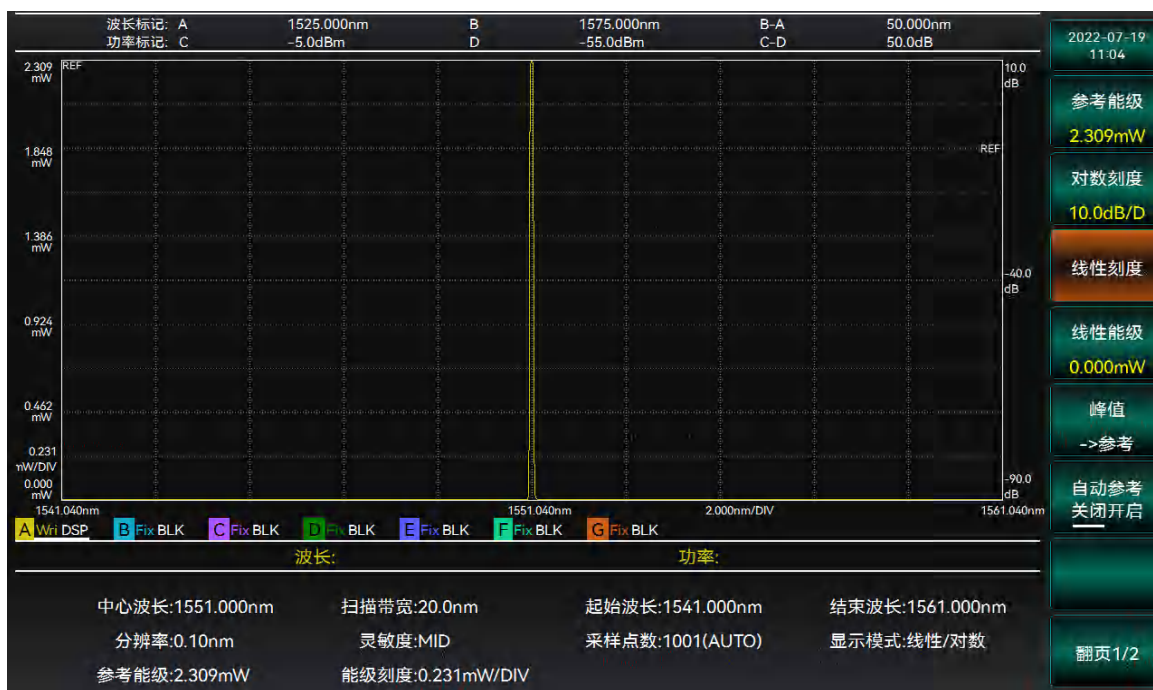

图 3-21 设置线性刻度界面
2. 选择【线性显示】，通过旋钮或者数字键输入线性刻度值，完成设置，如图 3-21 所示。